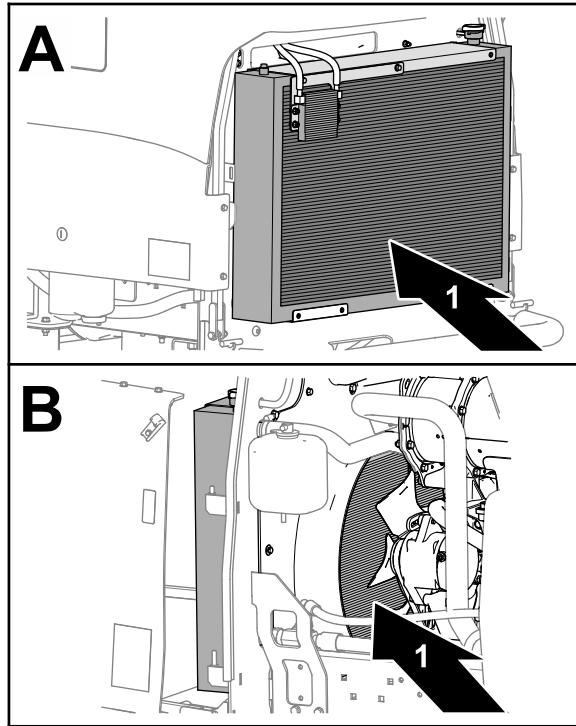

Bild 68
7. Reinigen Sie beide Seiten des Kühlers und des Ölkühlers gründlich mit Druckluft (Bild 68).